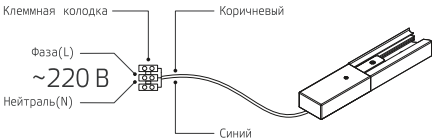

Рис. 1. Схема подключения трекового шинопровода к электросети 220 В
- Монтаж продукции Gauss® должен быть произведен так чтобы обеспечить надежную фиксацию и удобный доступ для обслуживания. Подключение трекowych шинопроводов к сети электропитания потребителя производится с помощью встро-енного коннектора согласно схеме (рис.1). Пример монтажа